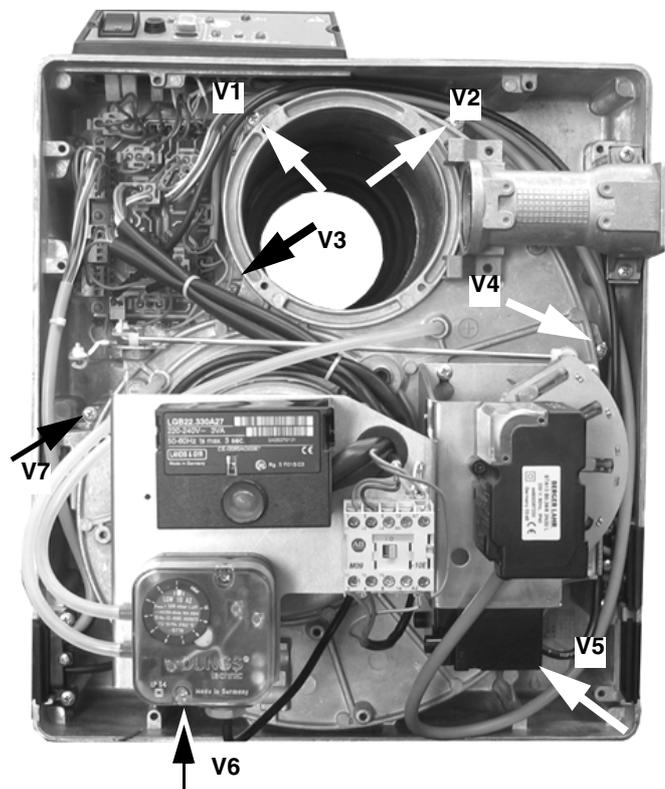

Fig. 62
- 6 Quite los 7 tornillos (V1...V7 in Fig. 62) de fijación de la placa de los componentes.
- 1 Reinstale la placa de los componentes y apriete los 7 tornillos V1...V7 (véase Fig. 62).